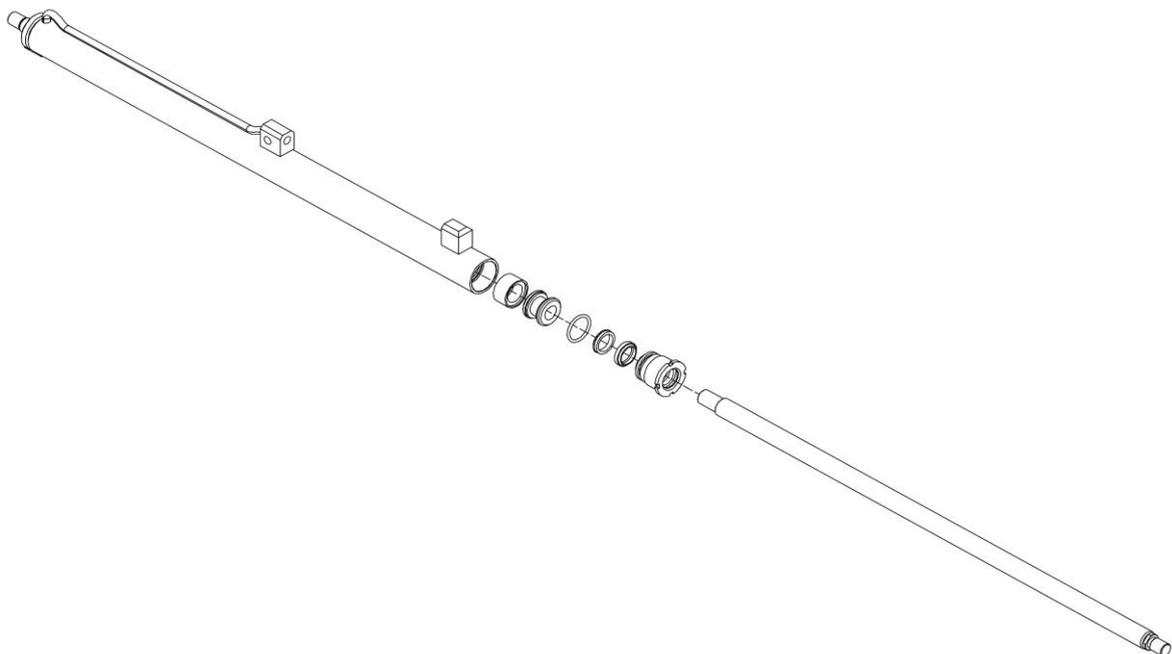

Abbildung 26
8. Beziehen Sie sich auf die *Abbildung 26*.